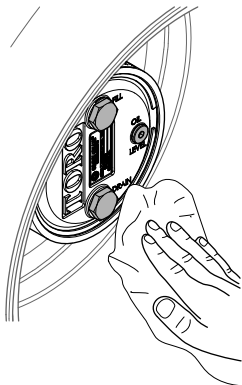

Рисунок 142
3. Начисто протрите корпуса планетарного редуктора и тормоза (Рисунок 142).